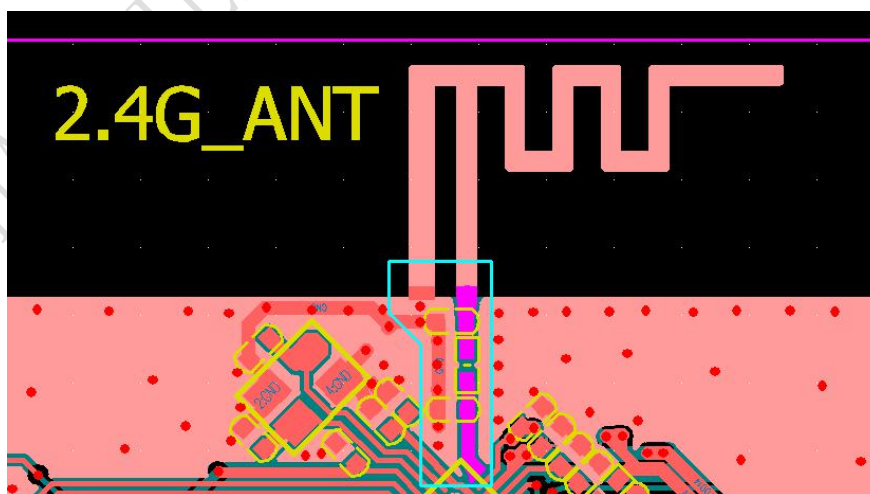

图 4
2. 微带馈线布线如图 4 所示，芯片与天线之间的微带馈线应做 50 欧姆阻抗匹配，布线线宽一般不小于匹配电感电容的焊盘宽度（电容电感建议选用 0402 封装）。微带馈线在双面板的 LAYOUT 宽度一般取 0.5~0.6mm，其铺地间距一般设为 0.127~0.15mm（最好借助工具计算调整），馈线应走短直线，对于无法避免的拐角走线需做圆滑处理，馈线下方务必完整铺地，且两边均匀打接地过孔，以保证 RF 微带馈线阻抗的连续性。
有地回路的 RF 天线类型本身就具有很强的抗静电能力，此类天线用得最多的是倒 F 型的板载天线（如上文图 4 所示），由于倒 F 型天线的一端是直接连到地，当静电从天线端导入时大部分的静电会通过天线的接地处导走，从而提高芯片 RF 端的抗静电能力。